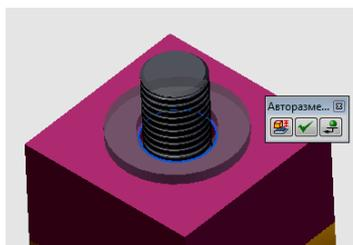

Рис. 4.29. Размещение шайбы
11. Разместите шайбу так, чтобы подсветилась верхняя кромка отверстия (рис. 4.29).